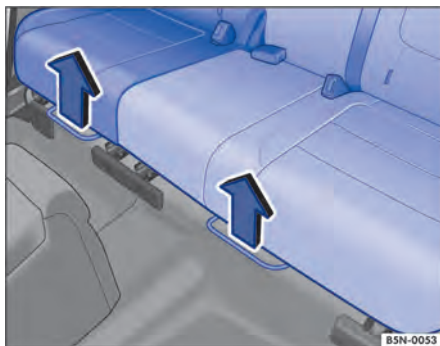

Fig. 47 Ajustar o banco traseiro.
- Puxar a alavanca direita ou esquerda para cima na direção das setas ⇒ Fig. 47 e deslocar a respectiva parte do banco traseiro no sentido longitudinal para frente ou para trás.